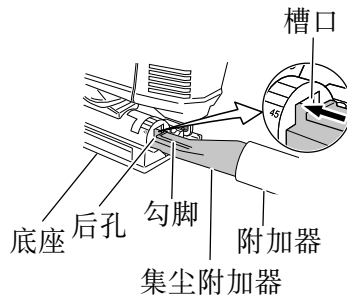

图 22
- (5) 将清洁器插入底座的后孔直至勾脚插入槽口。(图 22)
- (6) 按住勾脚以取下集尘附加器。